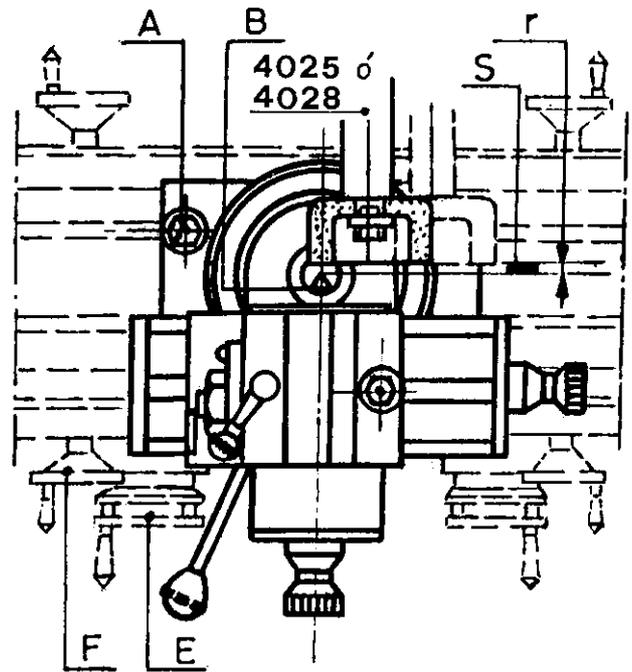

Fig. 34
**PUESTA A PUNTO DE LA OPERACION.**— Empezaremos eligiendo el tipo de afilado, que en este caso será el que se cita en primer lugar, es decir, con proyección inclinada del radio. La cuchilla que pretendemos efectuar el radio, es de acero rápido y emplearemos el manguito 4.025 ó 4.028, así como la muela de corindón según DIN 69149 forma G, que se montará en el árbol de la máquina. A continuación se procederá a situar el dispositivo sobre la mesa, fijándolo mediante dos tornillos **A** y en esta posición se orientará la arista del palpador **B** con la muela, para ello se desplazarán los volantes de mando transversal **E** y longitudinal **F** de la máquina, situando entre la muela y el palpador una cala de referencia **S**, cuyo espesor será igual que el radio que se desee construir, según se puede apreciar en la fig. 34. A partir de este momento no se tocará el volante de mando transversal **E** para no desvirtuar el radio.